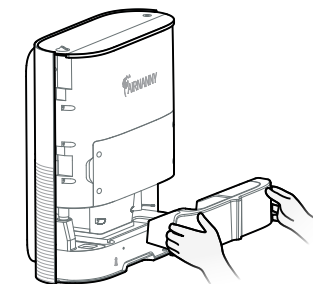

Рис. 23
3. Плавное потяните резервуар на себя (см. рисунок 23);